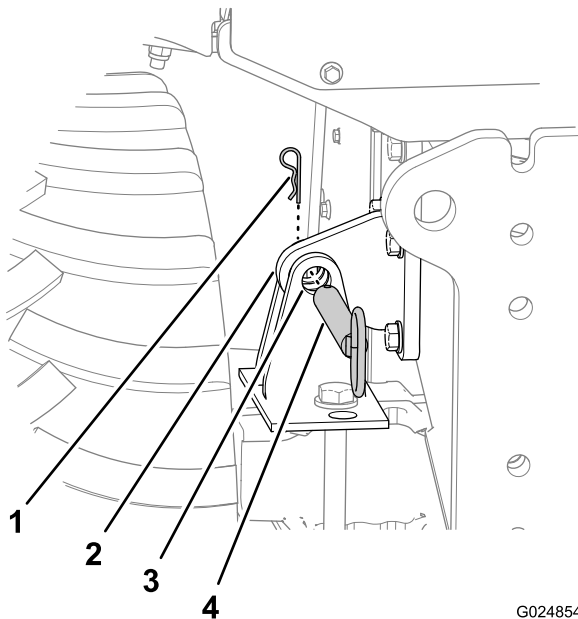

Figura 44
1. Rimuovete la coppiglia che fissa il perno di blocco dell'inclinazione alla staffa di blocco del telaio (Figura 44).
2. Rimuovete il perno di blocco dell'inclinazione dai fori nella staffa di blocco del telaio e nella staffa di blocco dell'assale (Figura 44).
1. Utilizzate l'interruttore dell'inclinazione per allineare il foro nella staffa di blocco del telaio con i fori nella staffa di blocco dell'assale (Figura 44).
4. Inserite completamente il perno di blocco dell'inclinazione attraverso i fori orizzontali nella staffa di blocco del telaio e nella staffa di blocco dell'assale (Figura 44).
5. Fissate il perno di blocco dell'inclinazione alla staffa di blocco dell'assale con la coppiglia (Figura 44).